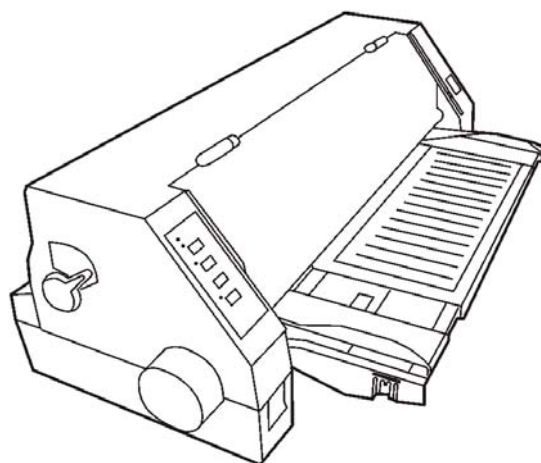

图 3-8 移动导纸器 A 至最左边
3. 将托纸板上的导纸器 A 移至最左边，以免阻碍连续纸出纸（如图 3-8 所示）。